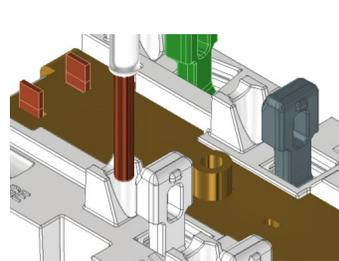

Fig. 7
- Insérer les conducteurs dans les chambres de câblage appropriées, selon le Tableau 1. Consulter la Fig. 7.